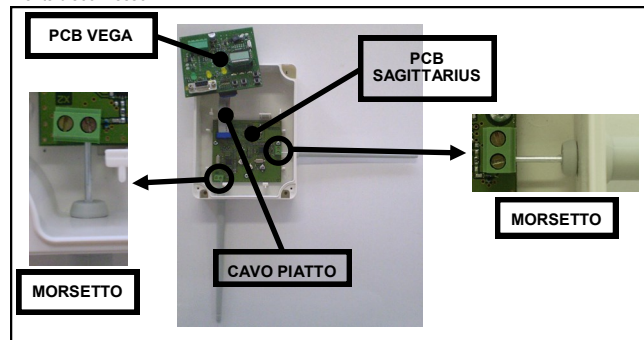

Figura 4 - Installazione delle antenne
Nel caso in cui le antenne siano separate dal dispositivo, è necessario connetterle. Il traduttore è composto da 2 PCB: quello esterno è l'interfaccia per il protocollo Vega, mentre quello interno è l'interfaccia radio Sagittarius. Le antenne devono essere assicurate al PCB Sagittarius ed in particolare agli appositi morsetti (figura 4).
- Connettere l'estremità conduttiva di ogni singola antenna nei fori laterali del modulo, poi nei morsetti del PCB Sagittarius esattamente come illustrato il figura 4.